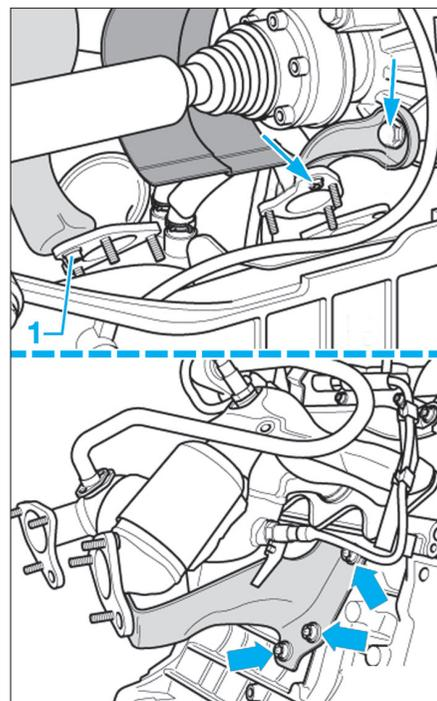

Fig. 67
- Déposer les vis des éléments de maintien du collecteur d'échappement (Fig.67).